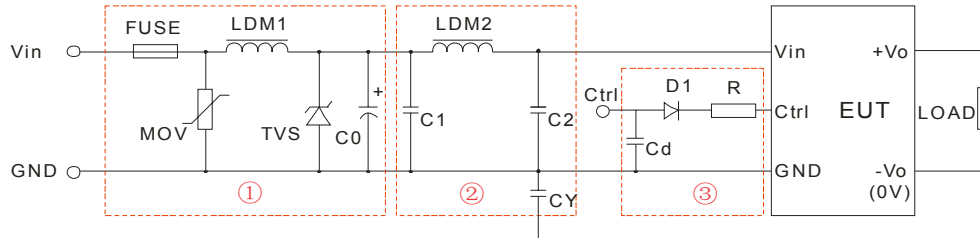

图 1
辐射骚扰	CISPR22/EN55022 CLASS B（推荐电路见图 1-②或图 3）
- 注: 1.图 1 中第①部分用于 EMS 测试; 第②部分用于 EMI 滤波, 可依据需求选择;
2. V_C 为 Ctrl 端相对于输入地 GND 的电压, V_D 为 D1 的正向导通压降, I_C 为流入 Ctrl 端的电流, 一般取 5-10mA, Ctrl 端外围电路如图 1-③;
EMI 测试效果图（推荐电路见图 1-②）